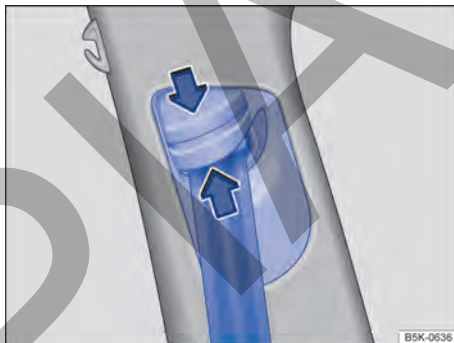

Fig. 34 Junto a los asientos delanteros: regulador de la altura del cinturón de seguridad.
- Presione el dispositivo regulador en el sentido de la flecha y manténgalo presionado → fig. 34.